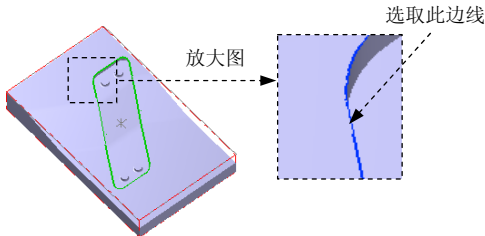

图 14.13 选取切削范围边线
(2) 单击“刀具路径的曲面选取”对话框中的 **边界范围** 区域的  按钮，系统弹出“串联选项”对话框，采用“串联方式”选取图 14.13 所示的边线。单击  按钮，系统返回至“刀具路径的曲面选取”对话框。单击  按钮，系统弹出“曲面残料粗加工”对话框。